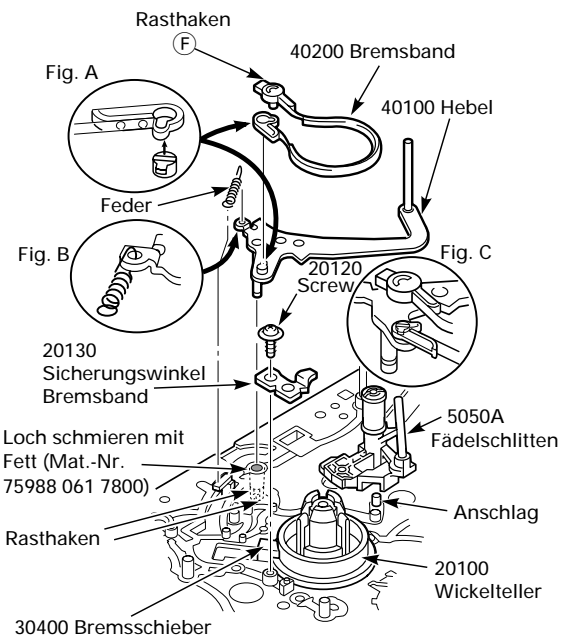

Fig. 8.15
- Schraube (Pos. 20120) herausdrehen und Sicherungswinkel des Bremsbandes (Pos. 20130) entfernen (Fig. 8.15).
- Rasthaken (F) lösen und das Bremsband (Pos. 40200) abnehmen (Fig. 8.15). Dann das andere Ende des Bremsbandes (Pos. 40200) nach dem vorspringenden Teil des Hebels wie in Fig. A dargestellt ausrichten und abnehmen (Fig. 8.15).
- Nach dem Einbau überprüfen, ob die Enden des Bremsbandes (Pos. 40200) wie in Fig. C dargestellt positioniert sind (Fig. 8.15).
- Rasthaken ⓐ lösen und das Bremsband (Pos. 40200) an diesem Ende abnehmen (Fig. 8.15).